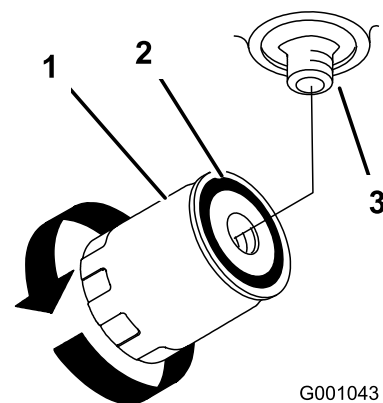

Figure 49
5. Déposez le filtre usagé et essuyez la surface du joint de l'adaptateur (Figure 49).
9. Quand le filtre hydraulique est plein, tournez le filtre dans le sens horaire jusqu'à ce que le joint touche l'adaptateur, puis donnez un 1/2 tour supplémentaire (Figure 49).